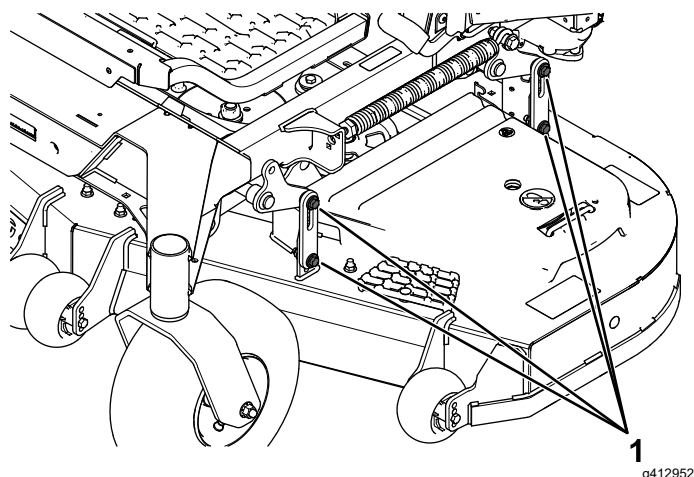

Figura 90
16. Allentate i bulloni (Figura 90) sui 4 angoli e assicuratevi che il piatto di taglio sia saldamente in sede su tutti e 4 i blocchi.